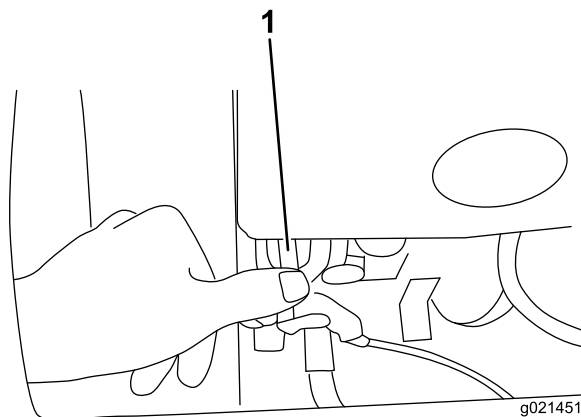

Figure 14
2. Appuyez sur le bouton rouge de la commande d'arrêt du moteur pendant 3 secondes pour couper le moteur (Figure 14).